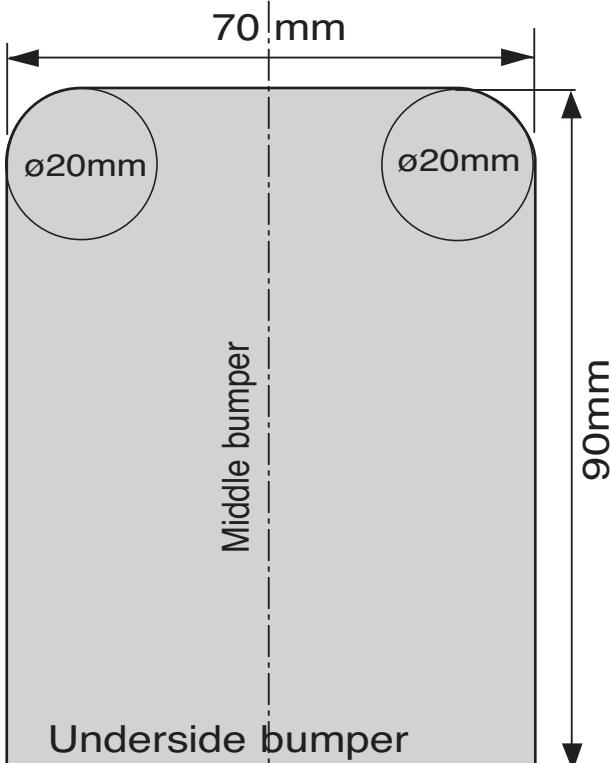

Fig. 1
4. **C-max 2003-2010:** Выпилить часть из бампера в середине снизу, как указано на рис. 1.